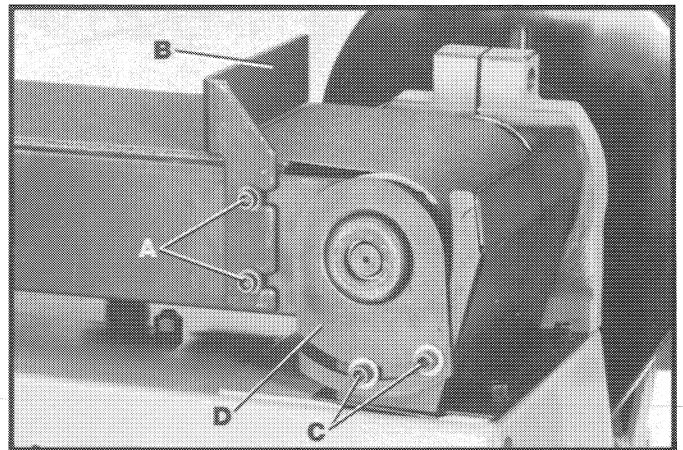
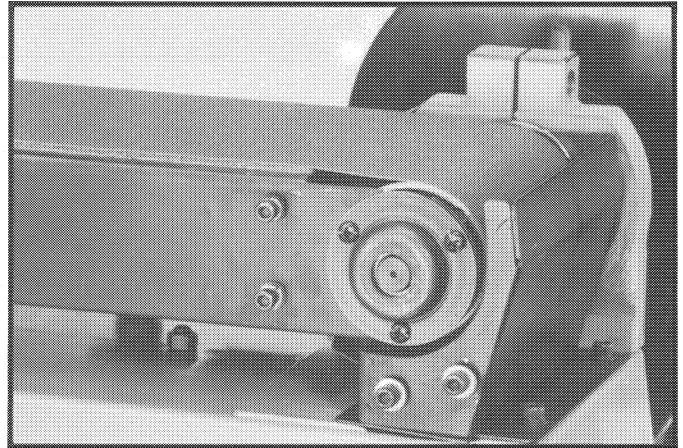

Fig. 40
Fig. 41
2. Quite el protector superior del tambor de lijado. Afloje los dos tornillos (A) Fig. 40 y quite el contratope (B).
3. Afloje los dos tornillos (C) Fig. 40 y quite el soporte de apoyo (D). La Fig. 41 ilustra el contratope y el soporte de apoyo quitados de la máquina.